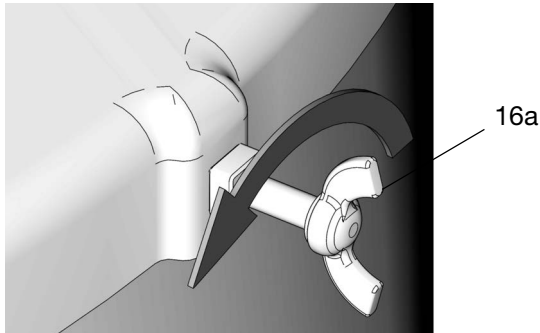

FIG. 24
2. Rimuovere il coperchio del fusto (16) allentando le viti a galletto (16a) (FIG. 24).